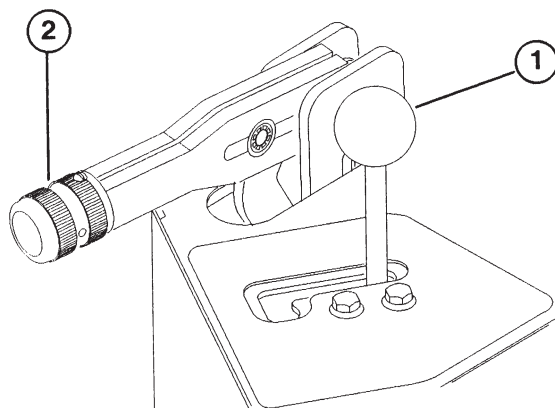

Fig. 7
**Løftehåndtaget** (fig. 7)—Redskabet løftes ved at trække håndtaget op; redskabet sænkes ved at trykke håndtaget fremad. Flydestilling opnås ved at sætte håndtaget i holdestilling. Når den ønskede stilling er opnået, slippes håndtaget, hvorefter det vil vende tilbage til fristilling.
**Parkeringsbremse** (fig. 7)—Parkeringsbremsen aktiveres ved at trække håndtaget tilbage. Den udløses ved at skubbe håndtaget fremad.